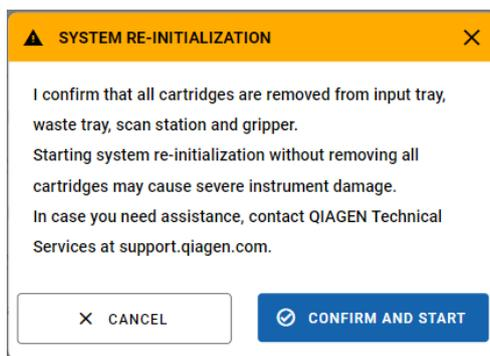

Figura 86. Tela de confirmação de recuperação manual.
7. Certifique-se de que todos os cartuchos, exceto aqueles em execução nos AMs, sejam removidos do sistema (Figura 86).